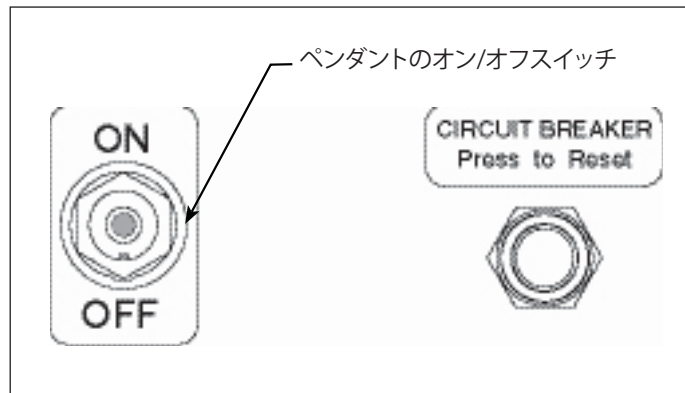

図6 ポンプ制御パネル
5.1 ポンプ電源スイッチ(図6参照)
4. 装置を電源に接続します。ポンプの電源スイッチをオンの位置に切り替えます。図6を参照してください。